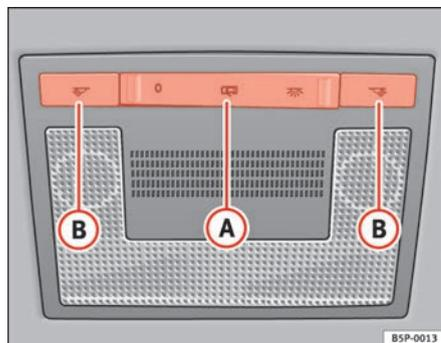

Fig. 79 Forro interior do tejadilho: iluminação dianteira do habitáculo
Com o comando ⇒ fig. 79 (A) pode seleccionar as seguintes posições:
Premir o comutador para a posição 0 ⇒ fig. 79.